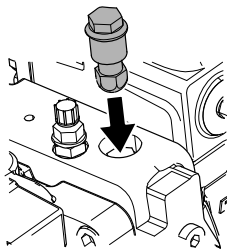

**Figura 14**
2. Utilice una llave de 15 mm para retirar las válvulas de alivio superiores existentes en la bomba de tándem (Figura 14).